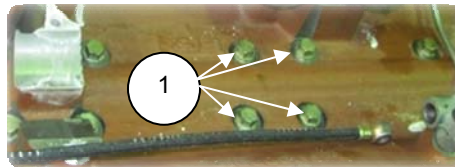

Рис. 6.5
4. Завернуть болты крепления (1), соблюдая последовательность (Приложение Г), направляющих толкателей моментом $M_{кр} = 4,4-5,6$ кгс·м (S=14). (рис. 6.5)